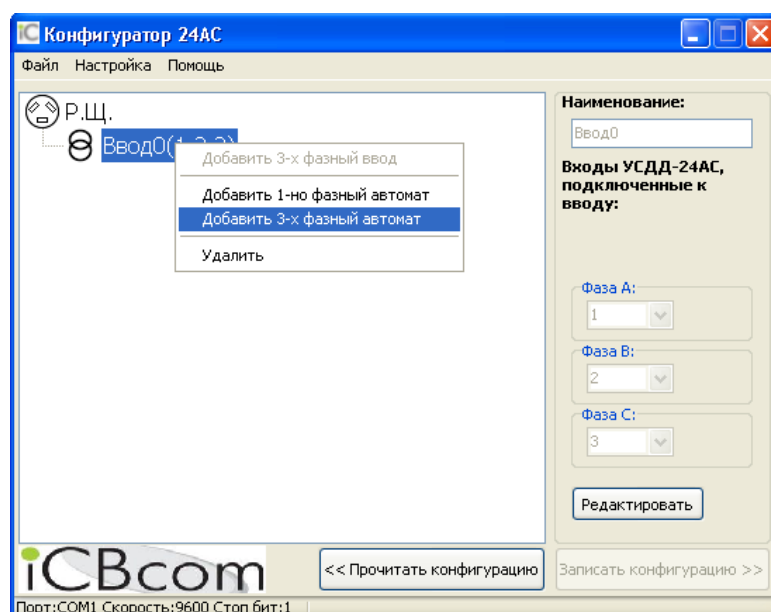

Рисунок 8 – Главное окно программы после добавления ввода.
- После добавления ввода станет возможным добавить 1 или 3-х фазные автоматы, для построения схемы подключения автоматических выключателей ко входам устройства «УСДД-24.АС.01» (см. рисунок 8);